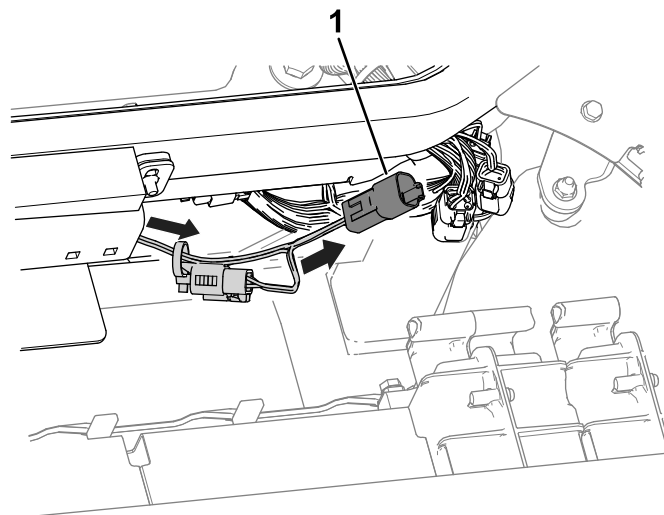

Figura 4
5. Instradate il terminale del cablaggio preassemblato (Figura 4) in direzione dei connettori che si trovano sopra al tappo del serbatoio idraulico e collegate il terminale al connettore del cablaggio preassemblato della macchina contrassegnato come ALIMENTAZIONE KIT LUCI GUIDA.